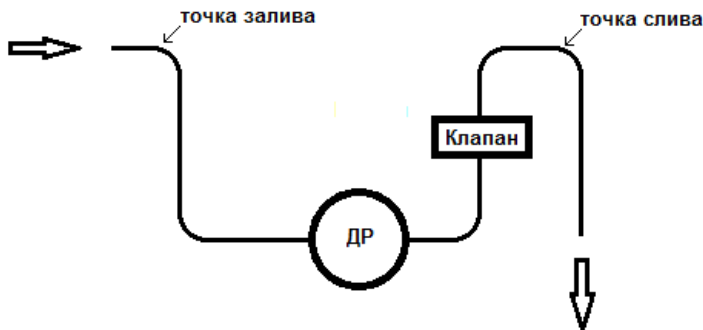

Рис.2
**5.3** Убедившись, что направление потока воды соответствует направлению стрелки на корпусе Датчика, установить Датчик на трубопроводе плотно, без перекосов, с тем, чтобы не было протечек при давлении 1 МПа. Датчик можно устанавливать как горизонтально, так и вертикально, но при этом необходимо обеспечивать постоянное заполнение внутренних полостей корпуса водой при любых режимах работы внешнего оборудования, для чего точки перелива должны располагаться выше уровня датчика (см.Рис.2).